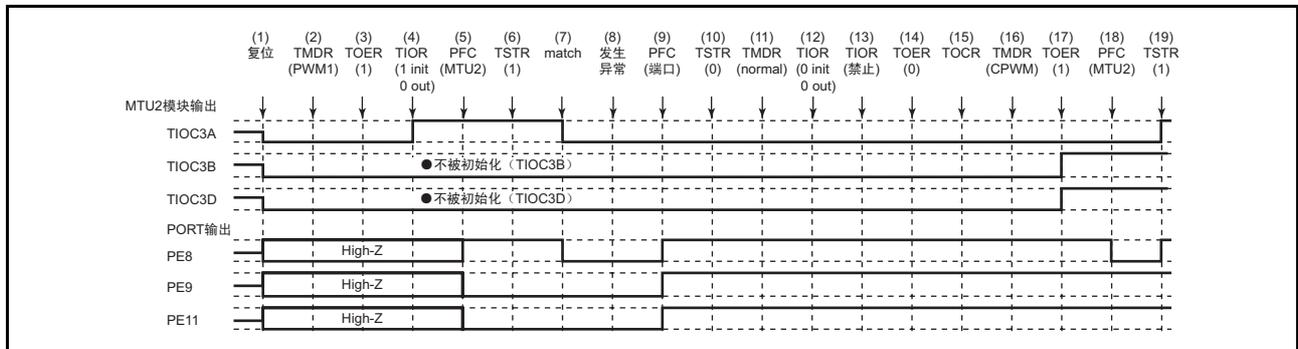

图 10.146 在 PWM 模式 1 中发生异常并在互补 PWM 模式中恢复
在 PWM 模式 1 中发生异常，重新设定后在互补 PWM 模式中重新开始时的说明如图 10.146 所示。
- (1) ~ (14) 与图 10.146 相同。
- (15) 必须通过 TOCR 选择复位同步 PWM 的输出电平并允许或者禁止周期输出。
- (16) 设定复位同步 PWM。
- (17) 必须通过 TOER 允许通道 3、4 的输出。
- (18) 通过 PFC 设定为 MTU2 输出。
- (19) 通过 TSTR 重新开始。